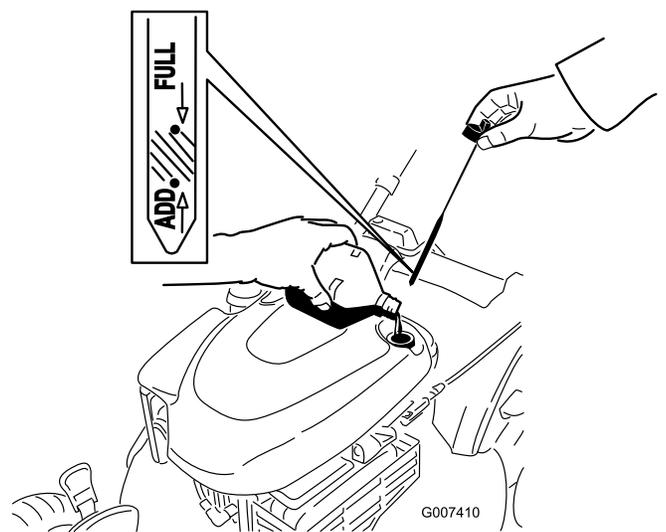

Figure 36
- Versez de l'huile **lentement** dans le goulot de remplissage pour faire monter le niveau de liquide jusqu'au repère **maximum** (Full) sur la jauge (Figure 36). **Ne remplissez pas excessivement.** (Remplissage max. : 0,59 l, type : huile détergente SAE 30 de classe de service API SF, SG, SH, SJ, SL ou supérieure.)